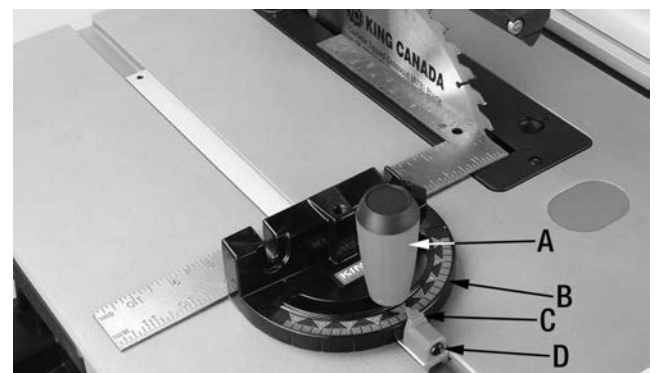

FIGURE 17
1. Pour régler le guide à onglets, desserrez la poignée de verrouillage (A) Fig.17 et réglez le corps (B) du guide à onglets de manière à ce que l'indicateur (C) sur la barre s'aligne avec l'angle désiré, ensuite resserrez la poignée de verrouillage.
2. Pour les meilleurs résultats, il est recommandé de vérifier si le guide est perpendiculaire à la lame. Placez une équerre contre la lame, desserrez la poignée de verrouillage (A) et ensuite placez le guide à onglets contre l'équerre. Maintenant le guide est parfaitement perpendiculaire à la lame, resserrez la poignée de verrouillage (A). Si l'indicateur (C) nécessite un ajustement, desserrez la vis à tête bombée (D) du guide, alignez l'indicateur et resserrez la vis à tête bombée.